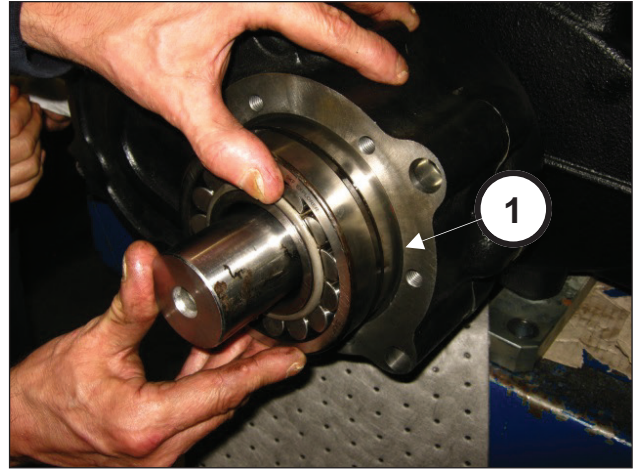

Fig. 74
Placer le roulement 60x130x46 sur le pignon (rep. ①, Fig. 74).